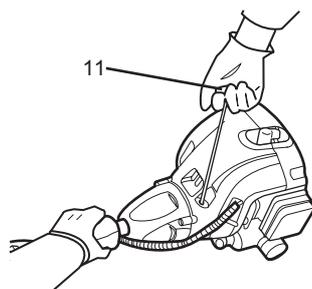

Fig. 7
1. La poignée du lanceur à rappel (11) se trouve à l'avant du moteur.
2. Tirez sur cette poignée (11) pour lancer le moteur (fig. 7).